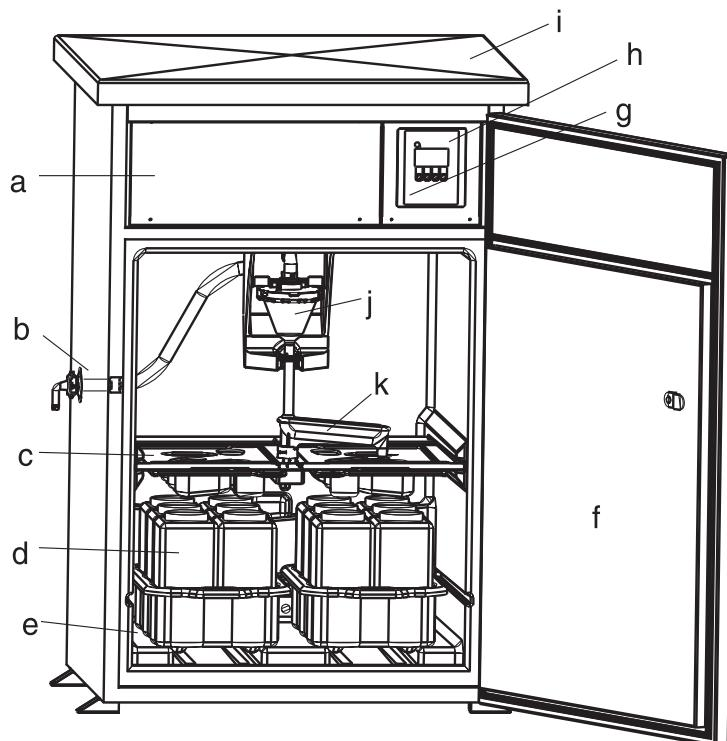

Fig. 2: ASP Station 2000 - Prospetto del montaggio
4.1.7 Collegamento dell'interfaccia RS232 (opzione - > v. fig. 2, punto g) 206
3. Avvitare il tubo di prelievo al raccordo dell'apparecchiatura (v. fig. 2, punto d).